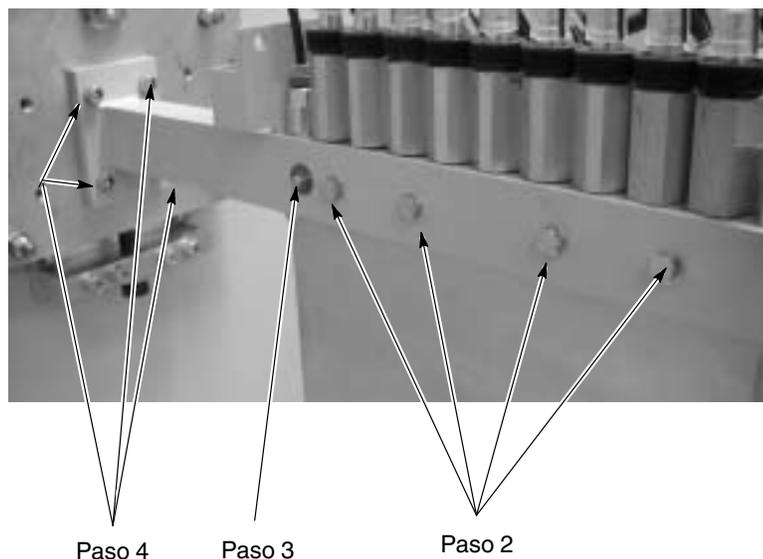

Figura 8-9 Ajuste de lanza, pasos 2-4
2. Ver la figura 8-9. Soltar los pernos pasantes de 8 mm que fijan las placas de lanza a los brazos de lanza.